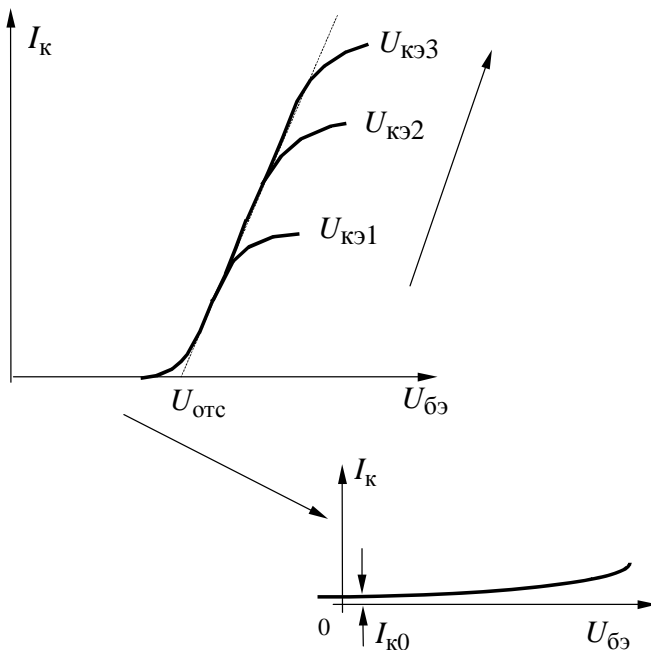

Рисунок 8.7 – Сквозная (проходная) ВАХ транзистора
3. *Пролодная ВАХ.* Пролодной (сквозной) ВАХ транзистора называют зависимость выходного тока i_k от входного напряжения $U_{бэ}$ при фиксированном значении выходного напряжения $U_{кэ} = \text{const}$ (рис. 8.7), т.е.